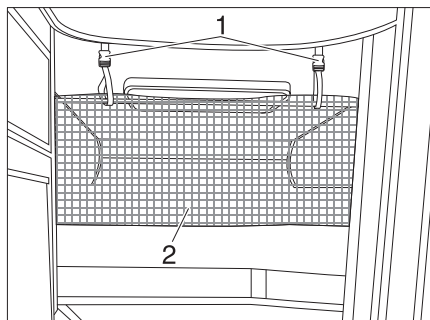

Fig. 168 Red de seguridad
La red de seguridad (Fig. 168,2) viene de serie entre el colchón y el somier. Tender la red de seguridad cuando la persona ya se encuentre en la cama.
- Engatillar las cintas de sujeción (Fig. 168,1) en los soportes en el techo.